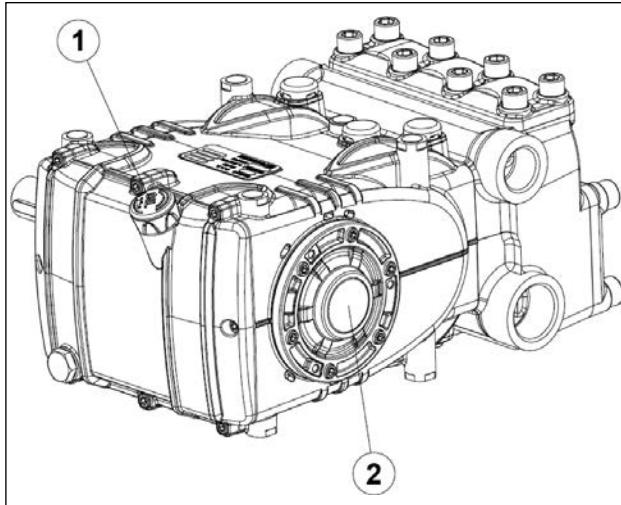

图14
5. 利用专用检测杆(图14，位置①)检测的泵浦护门的油料必须足够，通过液面检视孔(图14，位置②)进行检查除外。